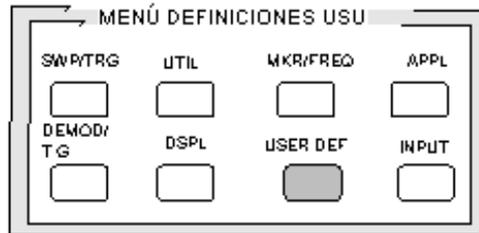

Figura 19. Menú de definiciones de usuario.
7. **Menú de definiciones de usuario** (USER DEF), Figura 19. Las diferentes opciones que aparecen al seleccionar este menú se muestran en la Tabla 7.